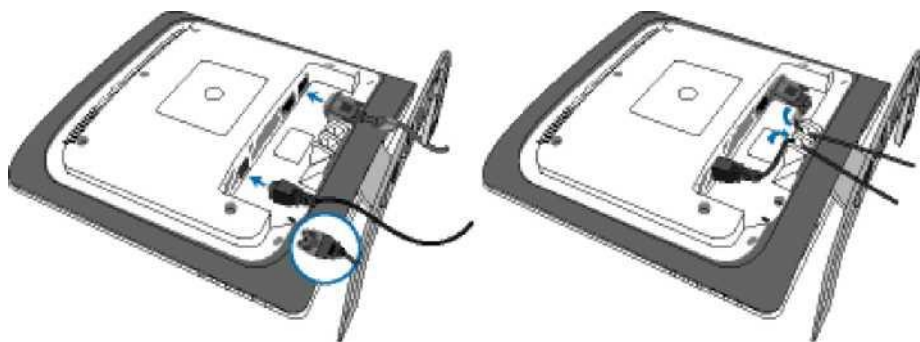

Рисунок 2.4 – Підключення кабелів
3. Підключити всі необхідні інтерфейсні роз'єми та кабелі дивлення до задньої панелі монітора (рисунок 2.4).